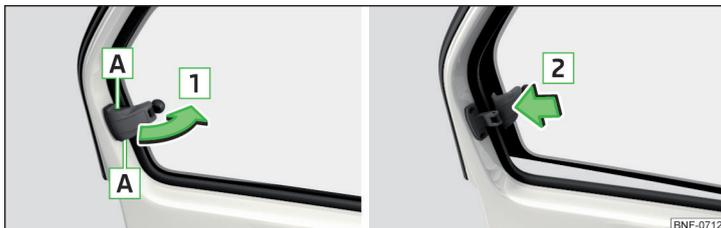

Abb. 34 Fenster hinten öffnen / schließen
- > Zum **Öffnen** an die Sicherung in der Aussparung **A** fassen » Abb. 34.